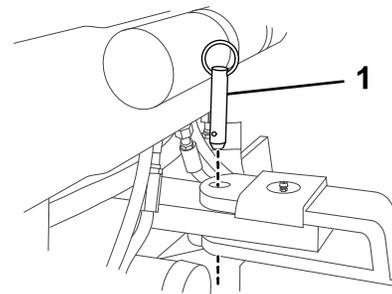
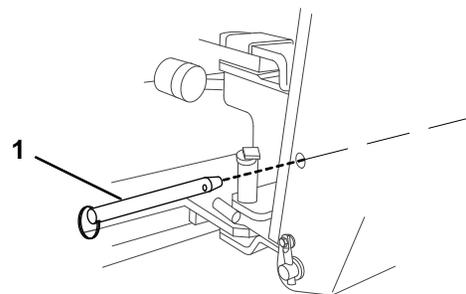
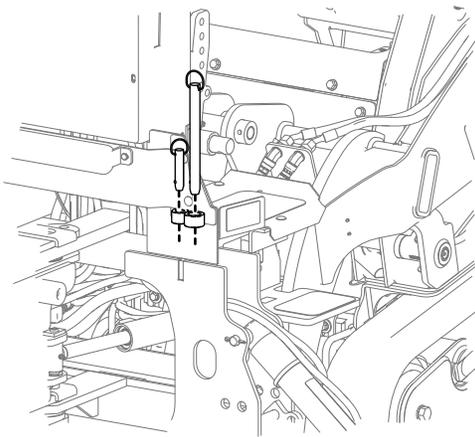

Figura 6
Figura 7
Figura 8
3. Remova os dois pinos que fixam a rampa no sítio (Figura 6 e Figura 7) e coloque-os nas posições de armazenamento (Figura 8).
Nota: Um pino evita que a rampa oscile de um lado para o outro (Figura 6) e o outro evita a rampa de se mover para cima e para baixo (Figura 7).